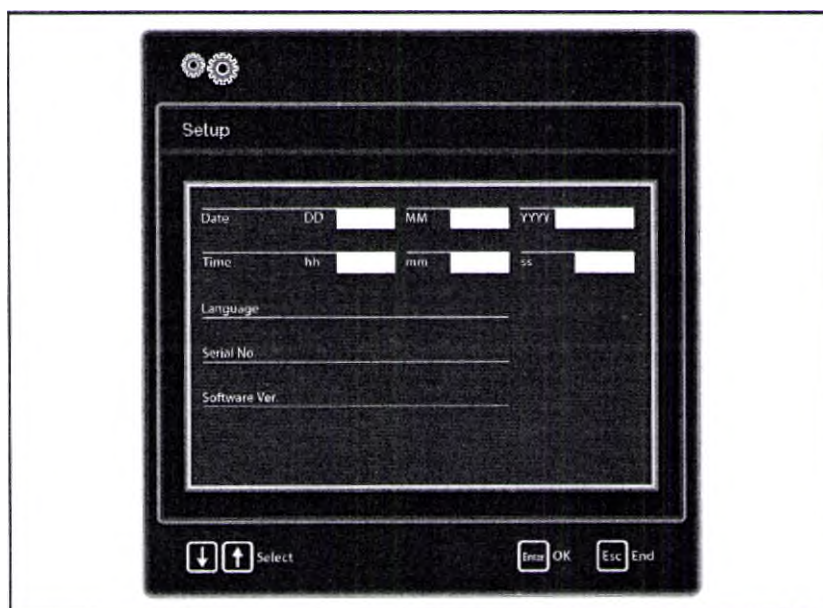

Рисунок 5.11
- Появится экран [Setup] (см. рисунок 5.11).